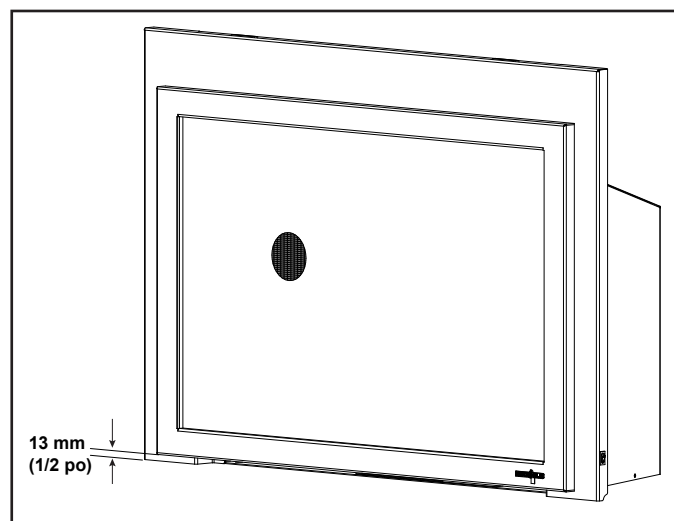

Figure 3.16. Minimum requis de 12,7 mm (1/2 po.) Espace en bas de la façade
- Un espace de 12,7 mm (1/2 po) doit être maintenu sous la partie inférieure de la face avant. Voir la figure 3.16.